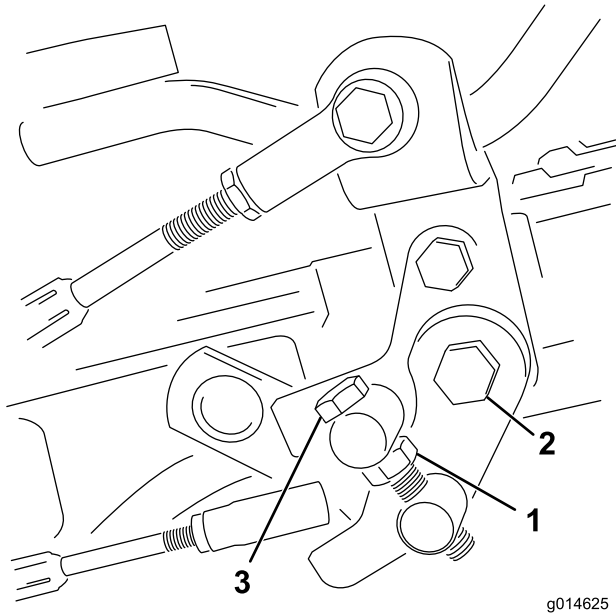

图51
1. 松开枢轴螺栓上的锁紧螺母（图51）。
4. 上紧枢轴螺栓上的锁紧螺母和踏板枢轴上的螺母，锁定调整（图51）。检查调整情况，并按需要调整。